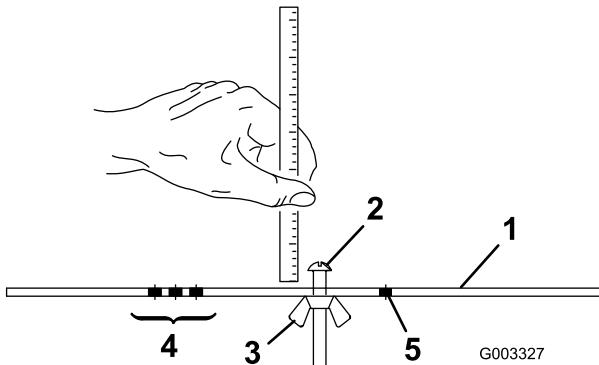

Figure 17
- Desserrez l'écrou du gabarit (Figure 17) et tournez la vis de réglage de manière à obtenir la hauteur de coupe voulue. L'écartement entre la base de la tête de la vis et la face du gabarit correspond à la hauteur de coupe.